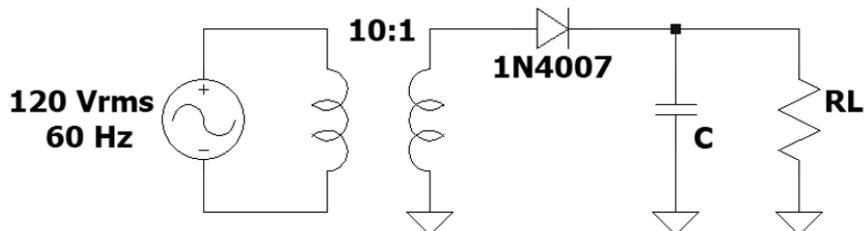
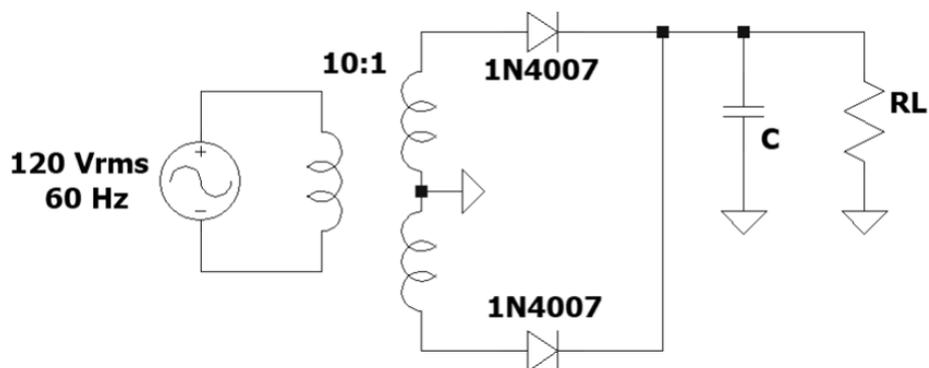

Figura 1. Circuito rectificador de media onda con filtro capacitivo.
Figura 2. Circuito rectificador de onda completa con filtro capacitivo.
- 3.2 Dados los circuitos de la **Figura 1** y de la **Figura 2**, calcular el voltaje de rizado, el voltaje promedio y el factor de rizado considerando valores de capacitancia de  $10\ \mu\text{F}$ ,  $47\ \mu\text{F}$  y  $100\ \mu\text{F}$ . Graficar en papel milimetrado las señales de voltaje del secundario del transformador y de salida en la carga RL para cada caso.
3.3 Dados los circuitos de la **Figura 1** y de la **Figura 2**, calcular el voltaje de rizado, el voltaje promedio y el factor de rizado considerando una resistencia de carga  $R_L$  de 1 k $\Omega$  y valores de capacitancia de 10  $\mu$ F y 100  $\mu$ F.